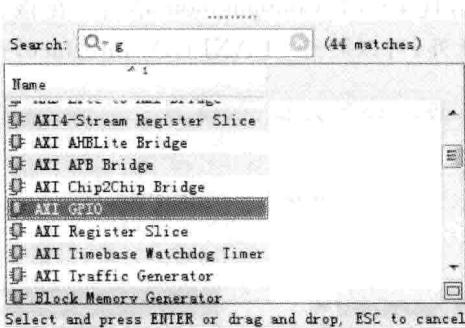

图 4.33 查找 AXI GPIO 界面
(9) 单击 Diagram 左侧一列工具栏内的 按钮。
(10) 如图 4.33 所示, 在 Search 后侧输入 g。在下面窗口中找到 AXI GPIO IP 核。